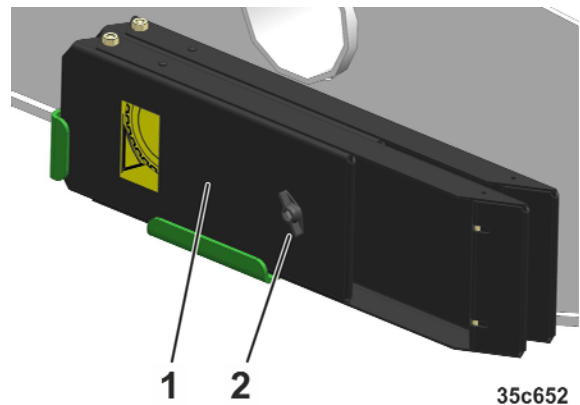

Fig. 120
18. Die Unterlegkeile (Fig. 120/1) in den Halterungen verstauen und mit Flügelmutter (Fig. 120/2) sichern.